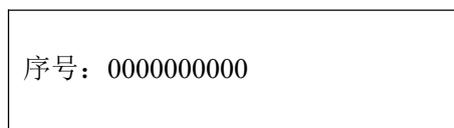

图 17 智能探测器地址设定操作界面
界面显示如图 17 所示：
- 2) 依次进入下列菜单：测试 > 序列号设地址，输入需设地址的部件序列号，再输入需设定的地址，界面同图 17 所示。